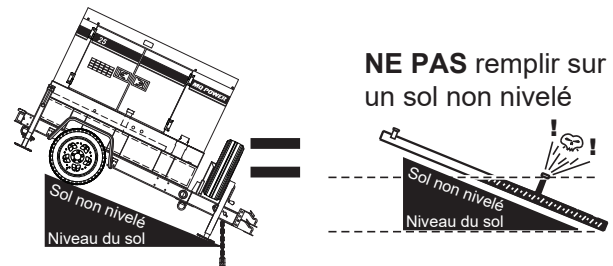

Figure 31. Remplir uniquement sur un sol plat
1. **Niveau des réservoirs** — assurez-vous que les réservoirs sont de niveau avec la mise à la terre. Sinon, le carburant se déversera du réservoir avant d'atteindre sa pleine capacité (Figure 31).